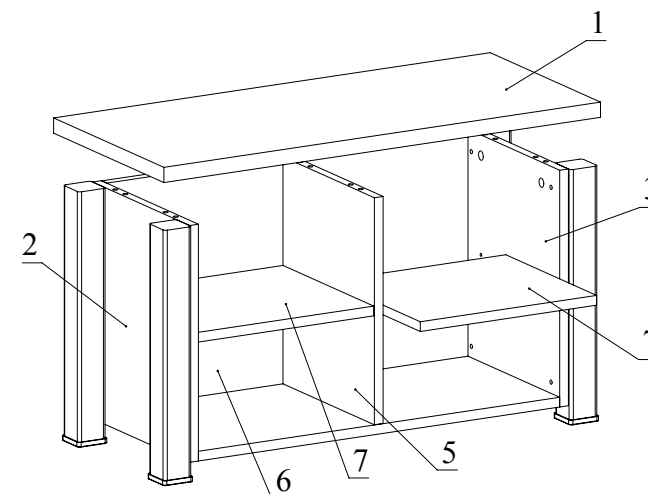

Рис.5
7. Установить деталь 1 на детали 2, 3, 5, 6 и зафиксировать, повернув конфирматным ключом головки минификсов по часовой стрелке до упора (Рис. 5).
8. Установить полки 7 на полкодержатели (Рис. 5).